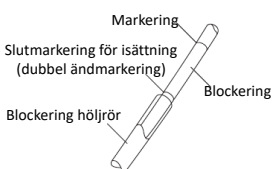

Bild 2
14. När du trycker blockeringskäftets spets ut från endotrakeltubens ficka, se till att fatta blockeringskäftet nära blockeringskäftets hölje (området mellan slutmarkeringen för isättning och första djupmarkeringen som visas i Bild 2). Annars kan den sno sig eller bryta blockeringskäftet.